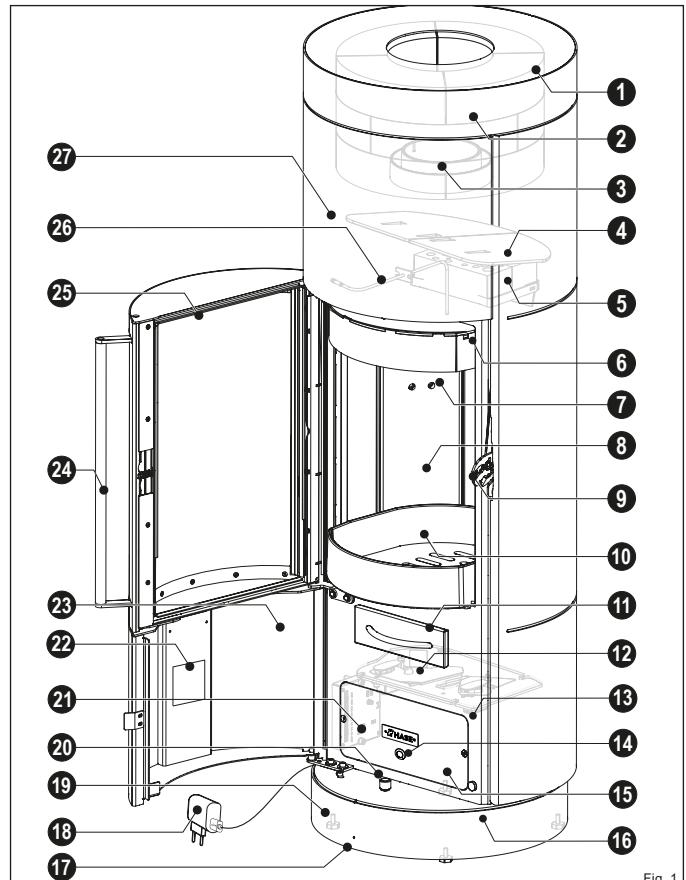

Fig. 1
- Les blocs d'accumulation (Fig. 1 pos. 2) servent d'accumulateurs de chaleur. Lorsque le feu s'est éteint, ces pierres libèrent la chaleur accumulée dans l'espace de vie.
- Les catalyseurs (Fig. 1, pos. 6) peuvent être nettoyés avec la brosse fournie via l'orifice de nettoyage.
- Le revêtement du foyer (Fig. 1, point 8) est constitué de vermiculite (minéral réfractaire).
- La porte du foyer (Fig. 1, pos. 25) du poêle est à fermeture automatique, c'est-à-dire que la porte du foyer doit être maintenue par la poignée de la porte du foyer (Fig. 1, pos. 24) lors de son ouverture (par exemple, pour ajouter du combustible).
- Lorsque la poignée de la porte du foyer est relâchée, elle tombe dans le loquet de la porte (Fig. 1, point 9) et ferme automatiquement le foyer de manière étanche.
- La technologie iQ (Fig. 1, points 12 - 14 ; 21 ; 28) régule automatiquement le réglage optimal de l'air de combustion et la température du foyer afin de garantir une combustion complète et peu polluante.
- Le poêle se compose d'un corps en acier (Fig. 1, point 27) et, selon le modèle, peut être équipé d'un revêtement en acier, en céramique ou en pierre naturelle pour augmenter l'accumulation de chaleur.
- Le poêle peut être aligné à l'aide des pieds de réglage (Fig. 1, pos. 19) afin de compenser les irrégularités de la surface d'installation.
- Le bac à cendres (Fig. 1, pos. 11) sert de collecteur de cendres et doit être vidé régulièrement.
- Le bouton de la console rotative permet de (Fig. 1, pos. 20) verrouiller et de déverrouiller le poêle (Fig. 1, pos. 16).
- L'interrupteur marche/arrêt (Fig. 1, pos. 14) permet de mettre en marche et d'arrêter la régulation.
- La plaque signalétique (Fig. 1, pos. 22) est située à l'intérieur de la porte de service.
- La fiche d'alimentation et le câble USB-C (Fig. 1, pos. 18) permettent de connecter la technologie iQ au secteur.